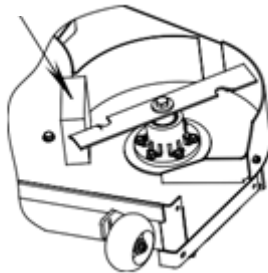

ABB. 5 INSTALLATION DER KLINGEN
- d) Die Messer wieder einbauen (falls sie entfernt wurden), indem Sie einen Holzblock zwischen die vorderen oder hinteren Leitbleche und das Messer legen, und dann die Messerbolzen mit 15,9-16,5 kg-m (156-163 N-m) festziehen. Stellen Sie sicher, dass der Kegel der Federscheibe zum Bolzenkopf hin installiert ist. (Siehe Abbildung 5)